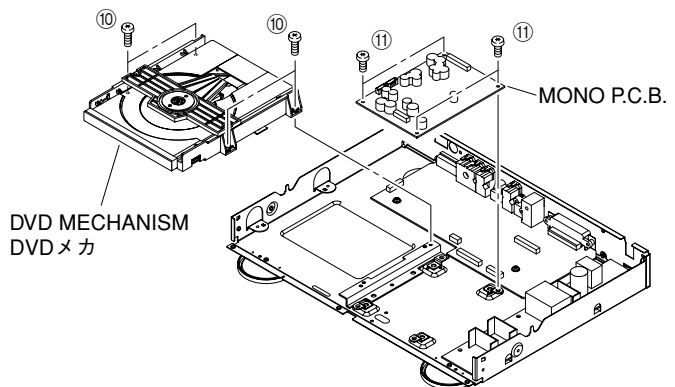

Fig. 5
- b. Remove 4 screws (⑩). (Fig. 5)
- b. ⑩のネジ4本を外します。(Fig. 5)
- b. Remove 4 screws (⑪). (Fig. 5)
- b. ⑪のネジ4本を外します。(Fig. 5)